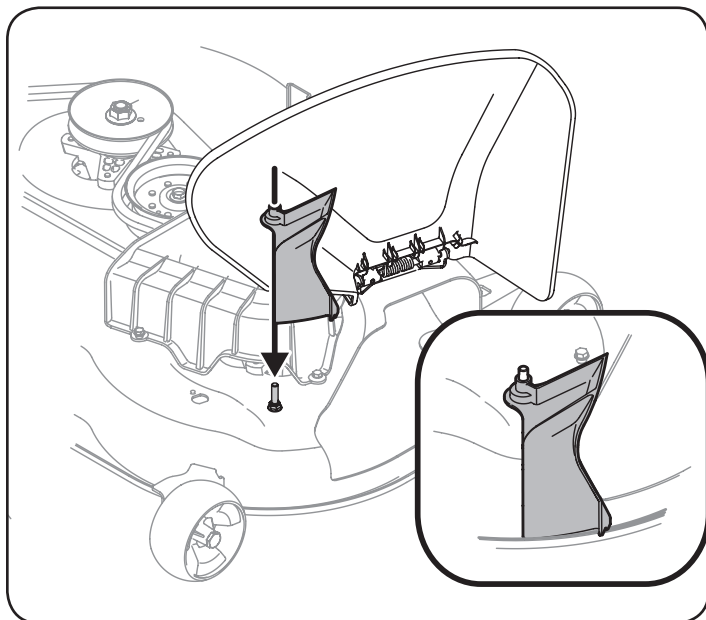

Figura 4
2. Ubique el adaptador del canal sobre la clavija. Consulte la Figura 4.